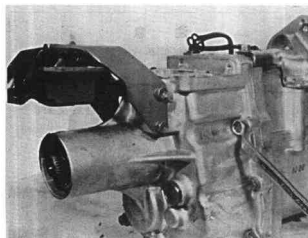

图 10-15
(3) 拆下变速摇臂和速度表驱动齿轮盖。
(4) 拆下延伸壳体 and 变速器壳体的连接螺栓, 并拆下延伸壳体 (图 10-15)。